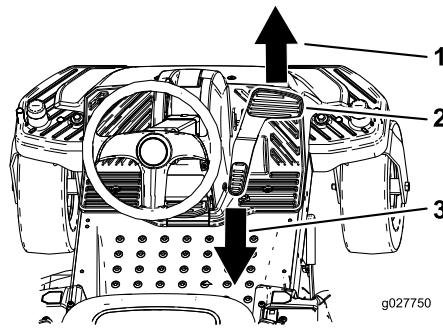

Bild 27
3. Stellen Sie den Fuß auf das Fahrantrebspedal und treten langsam oben auf das Pedal, um vorwärts zu fahren, oder unten auf das Pedal, um rückwärts zu fahren (Bild 27).